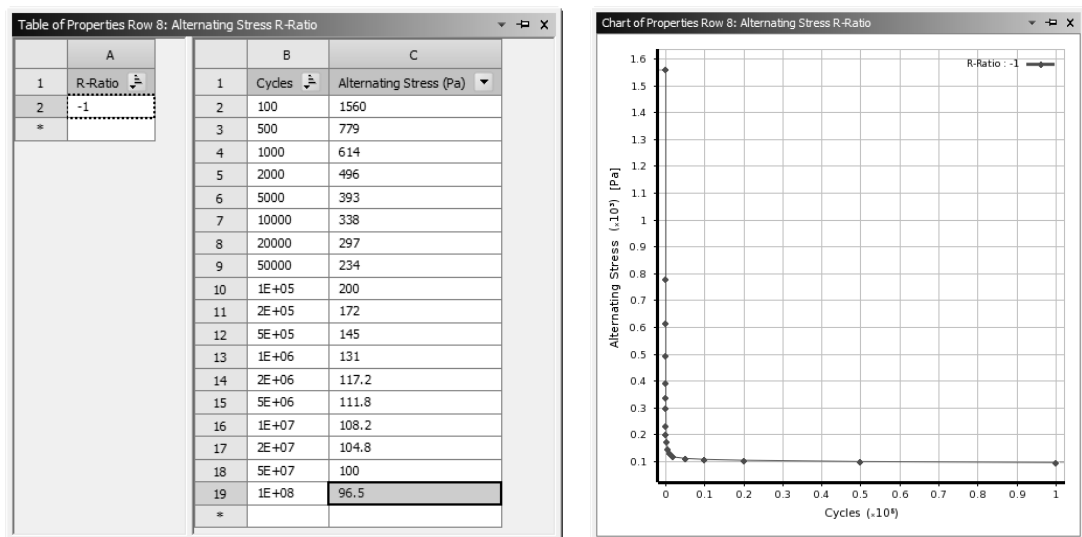

图 7-21 输入应力应变曲线
6) 在【Table Properties Row 8: Alternating Stress R-Ratio】窗口输入应力寿命参数，并在【Chart of Properties Row 8: Alternating Stress R-Ratio】窗口中显示该曲线，如图 7-21 所示。